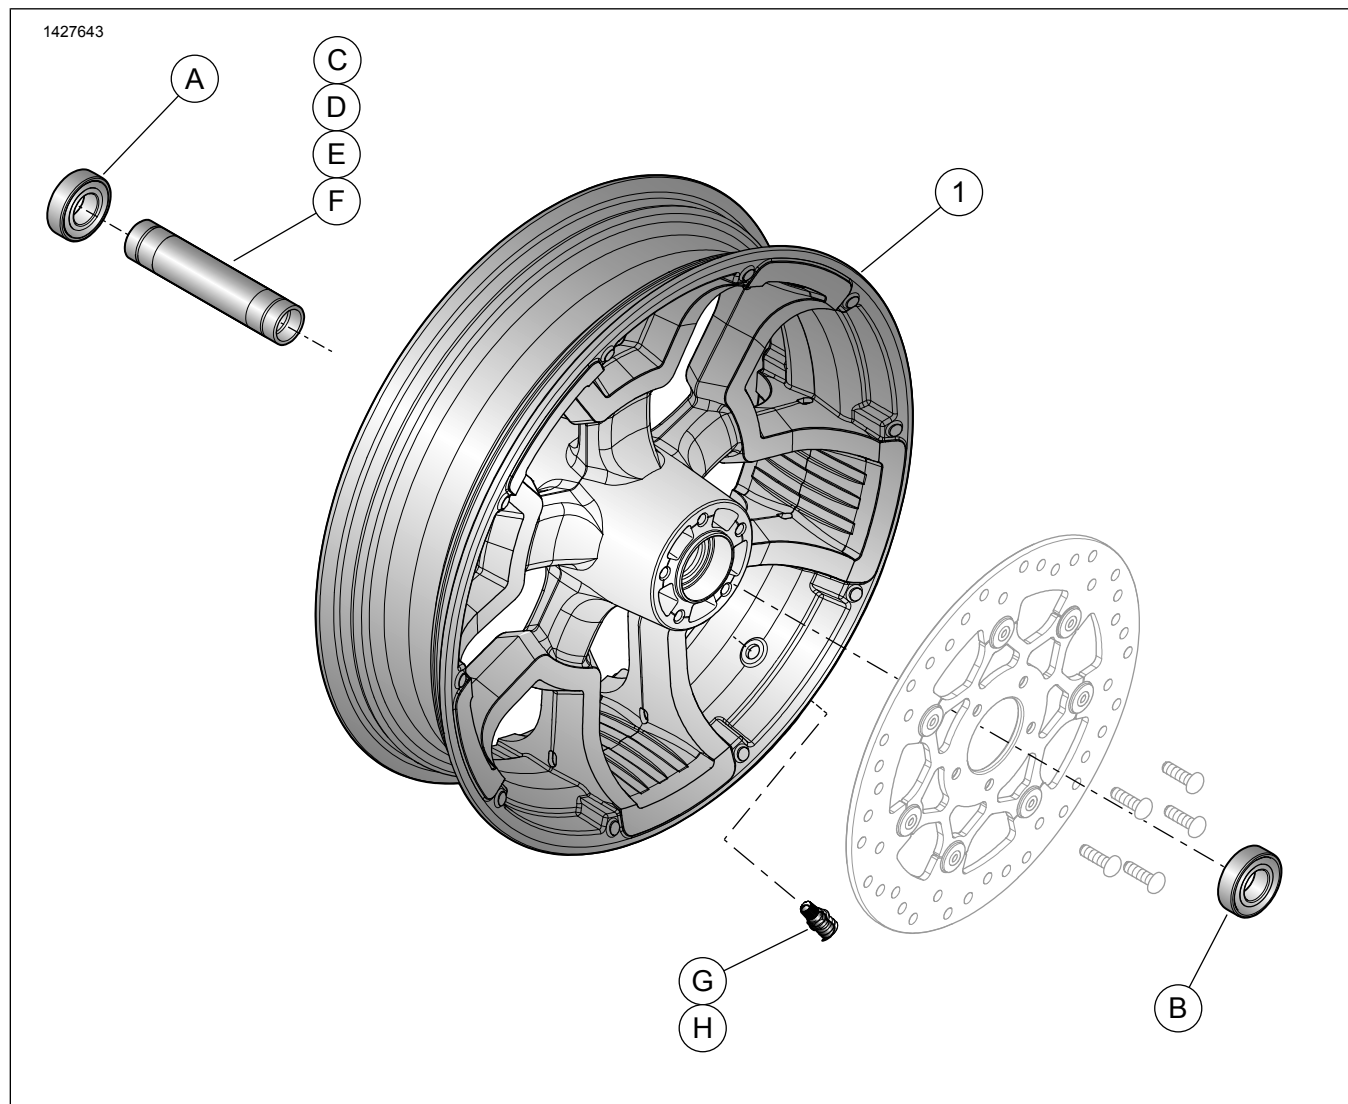

図2。交換用パーツ：フロントホイールキット
このキットにはカスタムホイールのみが付属します。キット内容については「図2」および「表3」を参照してください。
2. 「図2」を参照。バルブステムアッセンブリーをホイールに取り付けます。サービスマニュアルを参照してください。